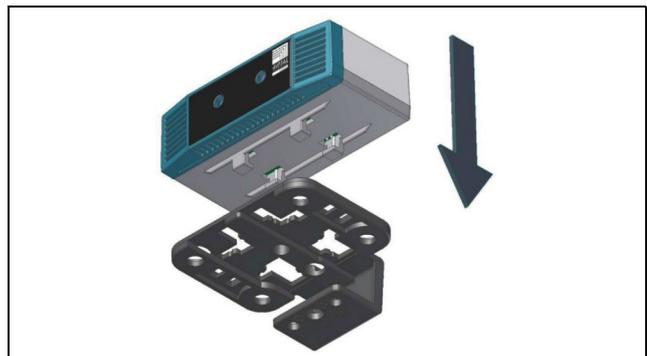
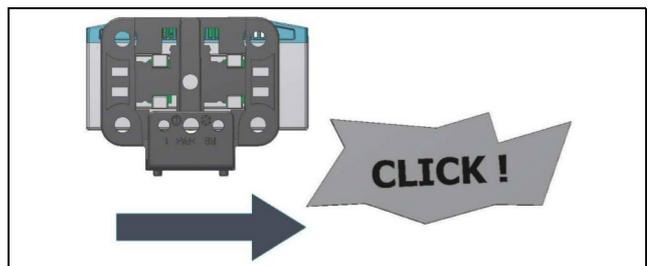

Abb. 3: Aufsetzen des Sensors auf den Halter
Abb. 4: Einrasten des Sensors auf dem Halter
- Setzen Sie dann den Leckagesensor auf den Halter auf (Abb. 3) und rasten Sie ihn ein (Abb. 4).